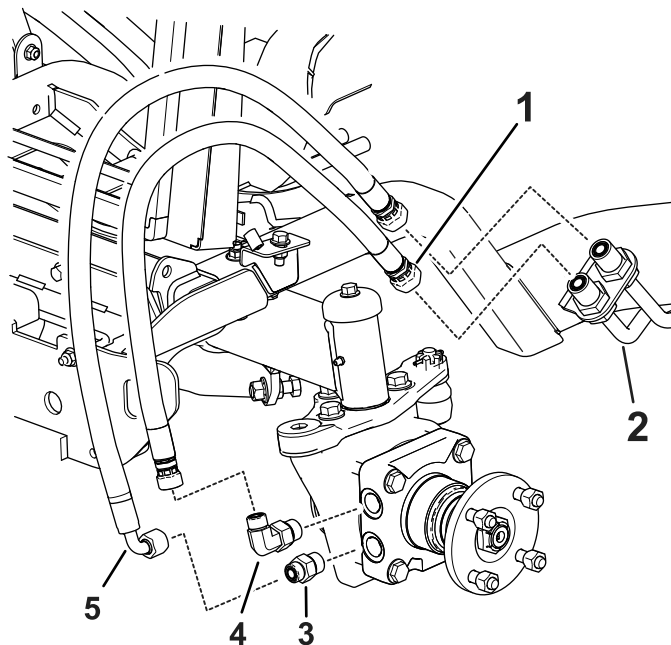

図 4
3. ホイールモータに新しいストレートフィッティングと90°エルボフィッティングを取り付ける 図 4。
付きホースに取り付ける 図 4。
スを取り付ける 図 4。
16. キャップを外してホースを **図 4** のように正しく取り付け。キャップは1個ずつ取り外すこと。
17. 残っているキャップを外して、ホースを油圧ラインに接続する **図 4**。